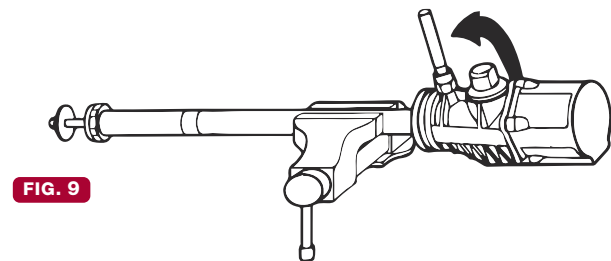

FIG. 9
3. Unscrew the air motor body from the suction tube using a threaded rod (fig. 9), and pull it out until it tops. The union nut gets visible.
3. Skruva bort luftmotorn från pumpröret genom att använda ett gängat rör (1/4" BSP) löst fastskruvat i utloppet på pumpen (fig 9) och dra den utåt tills det tar stopp. Kopplingsmuttern syns nu.